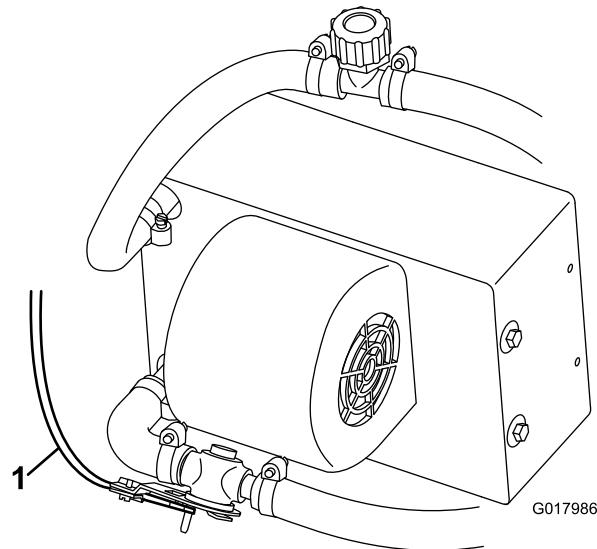

Figure 30
9. Acheminez et connectez le câble de commande de chauffage à la vanne de chauffage (Figure 30).